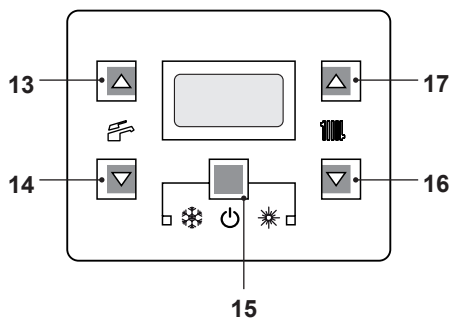
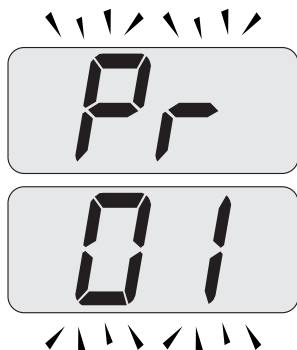
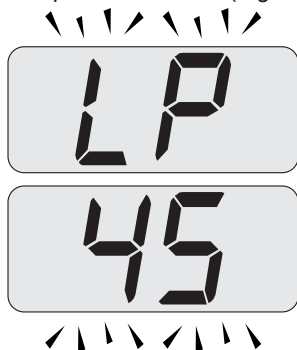
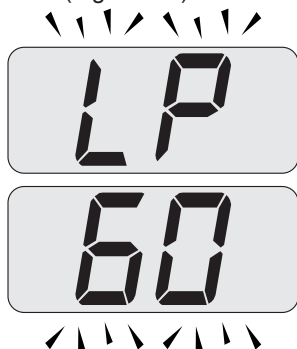

Figura 7.2
Figura 7.3
Figura 7.4
Figura 7.7
- Entrare in "modalità programmazione" premendo contemporaneamente per 10 secondi i tasti 15 - 16 - 17 (Figura 7.2) fino a far apparire sul display LCD le lettere **Pr** che si alternano con il codice **01**, indicanti l'entrata nel "parametro 01" (Figura 7.3).
- Premere contemporaneamente i tasti 16 e 17 (Figura 7.2) fino a far apparire sul display LCD le lettere **LP** che si alternano con il valore di temperatura dell'acqua di riscaldamento (es. **45**), indicanti l'entrata nell'attivazione della "funzione spazzacamino" alla potenza minima (Figura 7.4).
- Premere il tasto 16 (Figura 7.2) fino a far apparire sul display LCD le lettere **LP** che si alternano con il valore di temperatura dell'acqua di riscaldamento (es. **60**), indicati l'entrata nell'attivazione della "funzione spazzacamino" alla potenza minima in sanitario (Figura 7.7).
- Spegnerne la caldaia tenendo premuto per 2 secondi il tasto 15 (Figura 7.2) fino a far apparire sul display LCD il simbolo **— —** (Figura 7.8).